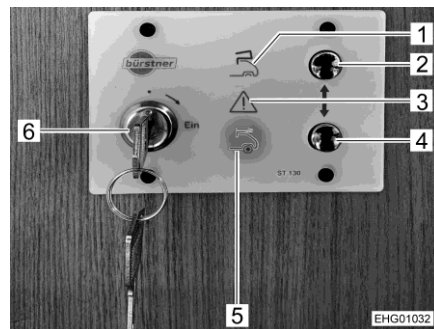

Bild 103 Bedienpanel
Das Bedienpanel (Bild 103) mit dem Schlüsselschalter ist im Treppenaufgang eingebaut.
- ▷ Wenn der Verdichter des pneumatischen Systems zu heiß wird, wird am Bedienpanel ein rotes Warnsymbol (Bild 103,3) angezeigt und es ertönt ein Summton. Solange der Verdichter nicht wieder abgekühlt ist, kann der Alkoven nicht bedient werden. Dies kann je nach Umgebungstemperatur bis zu 15 Minuten dauern. Wenn der Verdichter abgekühlt ist, erlischt das rote Warnsymbol und der Summton verstummt.
- Schlüsselschalter (Bild 103,6) am Bedienpanel einschalten.
- Taste "öffnen" (Bild 103,2) drücken. Das Leuchtsymbol "Alkoven geschlossen" (Bild 103,5) erlischt und das Leuchtsymbol "Alkoven offen" (Bild 103,1) blinkt.
- ▷ Erst wenn das Symbol "Alkoven offen" (Bild 103,1) dauerhaft leuchtet, ist der notwendige Druck in den Luftkammern erreicht und der Aufschwenkvorgang beendet. Vorher darf der Alkoven nicht betreten werden!
Eine automatische Nachfüllung wird durch die Leckage-Signalisierung angezeigt (schnelles Blinken des Leuchtsymbols "Alkoven offen" (Bild 103,1) und des roten Warnsymbols (Bild 103,3)).
- ▷ Die Leckage-Signalisierung bleibt auch nach beendeter Nachfüllung dauerhaft bestehen, sofern die Steuerung oder die Zündung eingeschaltet und die Wohnraumbatterie ausreichend geladen ist. Die Signalisierung kann durch gleichzeitiges Drücken der Tasten "öffnen" (Bild 103,2) und "schließen" (Bild 103,4) am Bedienpanel quittiert werden (siehe hierzu auch Abschnitt 15.12).
- Taste "schließen" (Bild 103,4) am Bedienpanel drücken. Das Leuchtsymbol "Alkoven geschlossen" (Bild 103,5) blinkt und das Leuchtsymbol "Alkoven offen" (Bild 103, 1) erlischt.
- Taste "schließen" so lange gedrückt halten, bis der Alkoven vollständig geschlossen und verriegelt ist und das Leuchtsymbol "Alkoven geschlossen" (Bild 103,1) dauerhaft leuchtet. Das Leuchtsymbol erlischt nach 30 Sekunden.